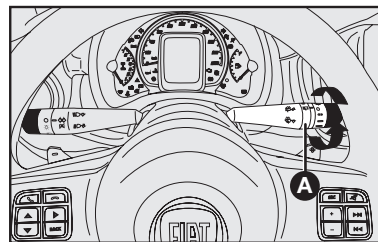

fig. 70
### Lavaluneta/limpiapuneta (limpiador de ventana trasera) (si está previsto) - fig. 70 y 71
1) gire la empuñadura **A-fig. 70** de la posición **O** para